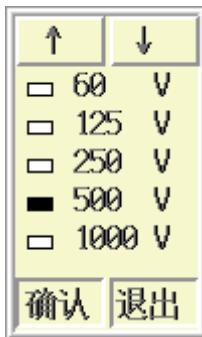

图 5.7 选择发射电压
操作：可以直接用③、④键来切换，也可以按确认键调出发射电压选择界面（如图 5.7）进行选择。